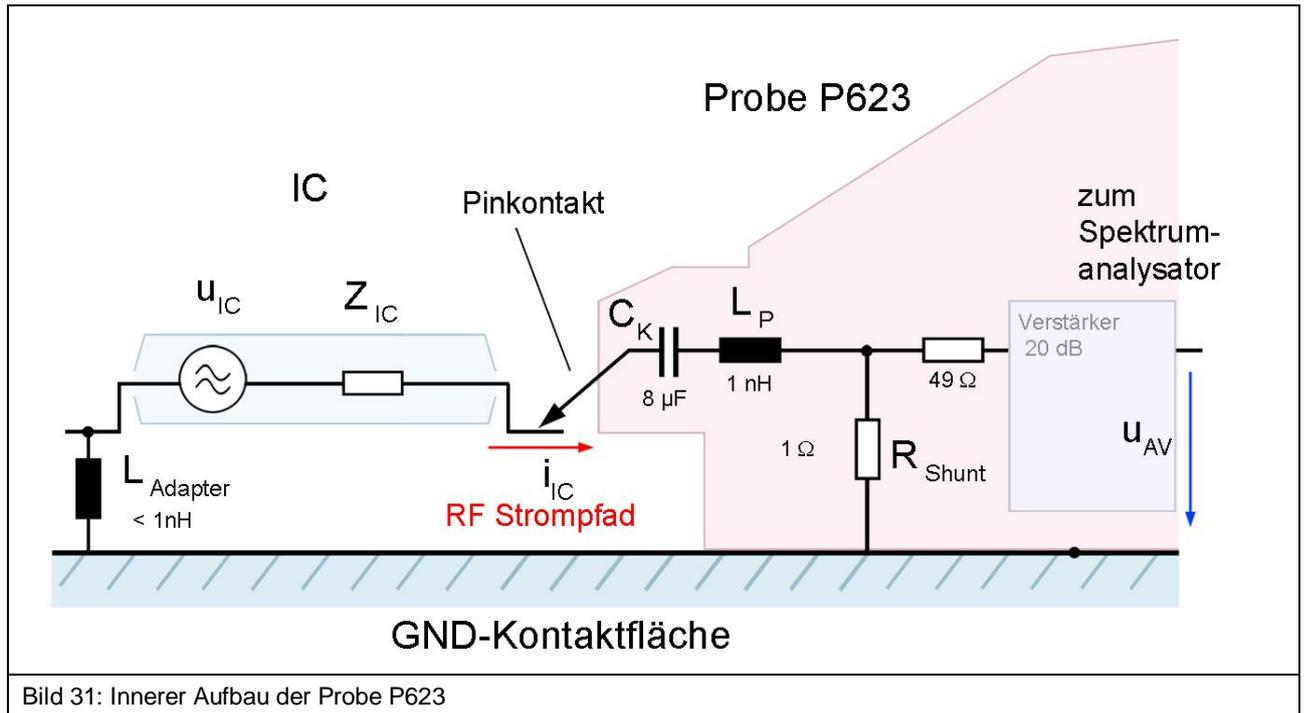

Bild 31: Innerer Aufbau der Probe P623
**Bild 31** zeigt das Ersatzschaltbild der Probe **P623**. Der interne Stromastkopf besteht aus einem 1-Ohm-Shunt, einem 49-Ohm-Anpasswiderstand und einem 8  $\mu\text{F}$  Koppelkondensator.